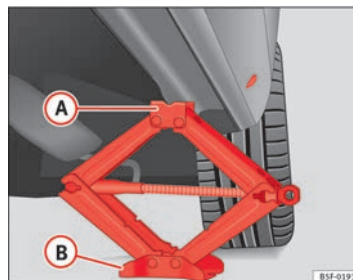

Fig. 170 Longarina: colocação do macaco do veículo ▶
- Rode o macaco*, colocado por baixo do ponto de apoio da longarina, para levantá-lo até que o ressalto  ⇒ Fig. 170 se encontre por baixo da zona que lhe corresponde.